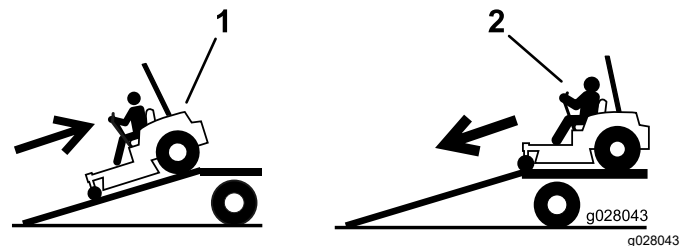

Figure 50
- Descendez la rampe en marche avant (Figure 50).